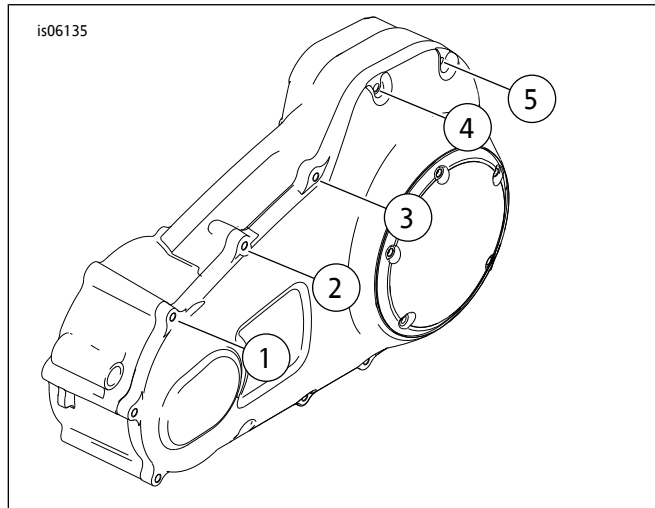

图1。拆下原厂设备螺丝1、2、3和5，如图所示。切勿拆下螺丝4。
1. 参见图1。拆下螺丝，如图所示。丢弃螺丝( 1 )、( 2 )和( 3 )与螺丝( 5 )。切勿拆下螺丝( 4 )。